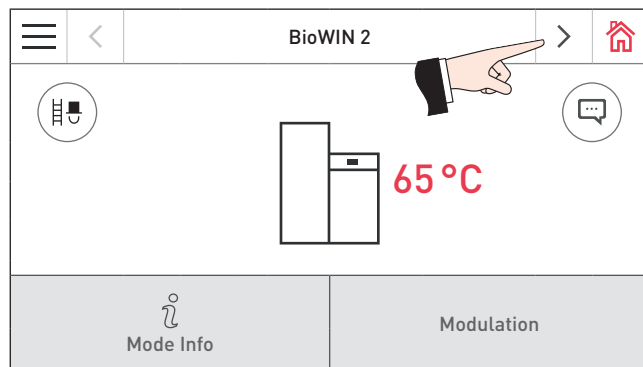
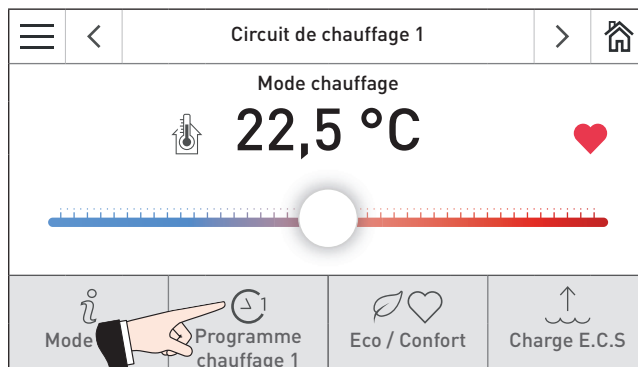
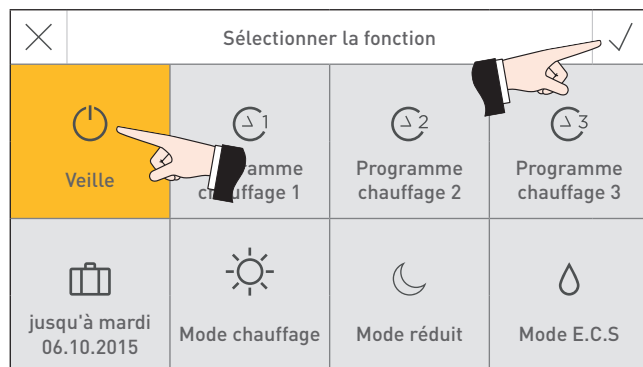

Fig. 21 Écran d'accueil BioWIN 2
Fig. 22 Écran d'accueil module fonctionnel chauffage
Fig. 23
- ▶ Utiliser les boutons < > (Fig. 21) ou « Glisser » pour passer à l'écran d'accueil du module de fonction du circuit de chauffage – Fig. 22.
- ▶ Appuyer sur le bouton Choix fonction (Fig. 22) et sélectionner et confirmer « Veille » ☺ ✓ – Fig. 23.